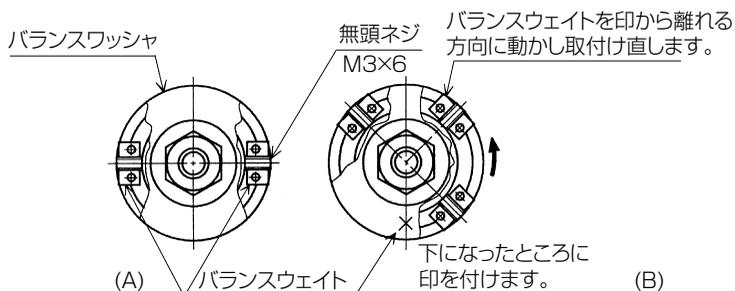

図 5
- まず図 5 - (A) のようにバランスウエイト 2 コを 180° の位置に取付けます。手で静かに回転させると、やがて静止します。これを数回繰り返して、静止した時いつも真下にくる位置を求め、そこに印を付けます。この位置に重いところがあるわけですから図 5 - (B) のように印に近い位置のバランスウエイトを印からはなれる方向に動かし、取付け直してください。